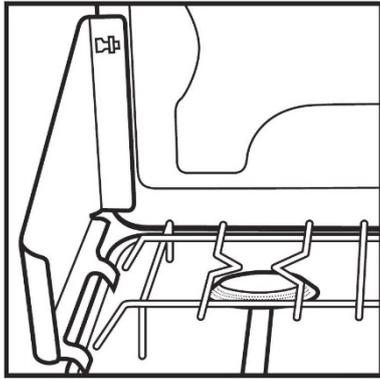

FIG. 1
2. Ouvrir le couvercle et aligner les trous des pare-brise avec les languettes à l'intérieur du couvercle, enclencher en place (Fig. 1).